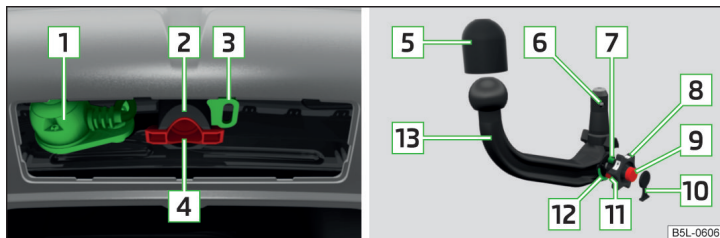

Fig. 144 Suportul dispozitivului de tractare / tija cuplei
Suportul dispozitivului de tractare și tija suplei sferice » fig. 144
- Scoateți masca pentru locașul de fixare **4** » fig. 144 la pagina 147 trăgând în jos.
- > Puneți capacul de protecție pentru locașul de fixare **4** » fig. 144 la pagina 147 » **!**.